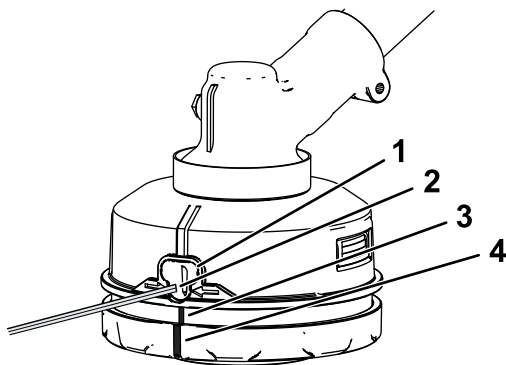

Figure 14
4. Appuyez et tournez le bas de la tête de coupe dans la direction indiquée par les flèches (sens horaire) au bas de la tête d'avancement jusqu'à ce que les repères verts qui s'y trouvent soient en face des repères verts sous les œillets (Figure 14).